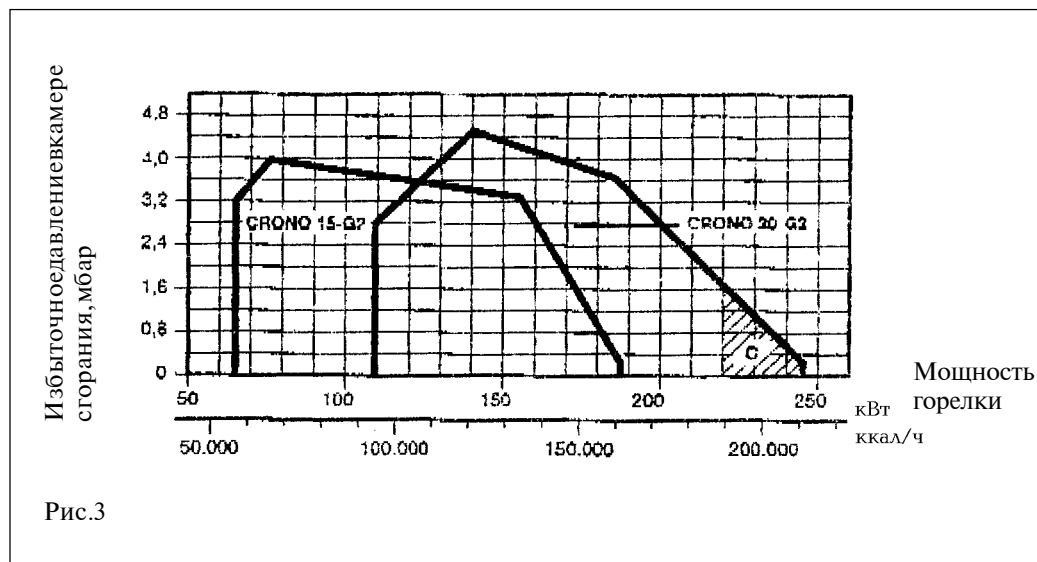

Рис.3
2.3. Рабочая область (согласно EN676) (Рис.3)